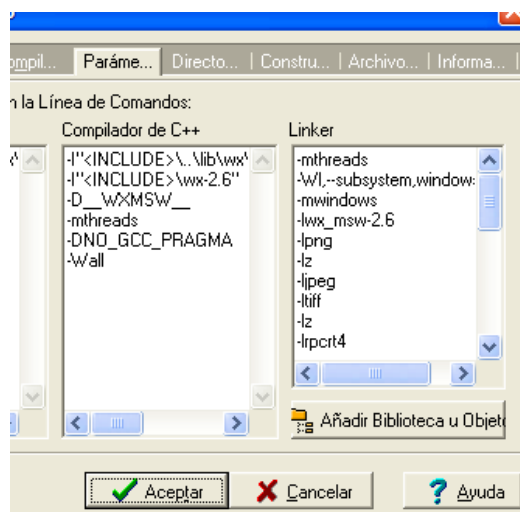

Figura 2: Enlazado de bibliotecas
nuevo proyecto vacío al cual se añadirán todos los ficheros .cpp y .h que haya en este directorio. Una vez añadidos se debe indicar al compilador que enlace con la biblioteca de Xerces en el menú Proyecto->Opciones de proyecto. Al abrir dicho menú se abre una ventana donde se podrá ver la solapa “Parámetros”. Utilizando el botón “Añadir biblioteca u objeto” se podrá indicar la ruta hacia la biblioteca `xerces.lib`. En la figura 2 se muestra la apariencia de dicha ventana.
- El entorno gráfico de la aplicación se puede recompilar desde cero creando un proyecto vacío de WxWidgets al cual se añadirán todos los ficheros .cpp y .h que hay dentro del directorio `interfaz` al cual se añadirá luego la referencia a la biblioteca estática que se ha creado en el paso anterior y de la misma forma que muestra la figura 2.